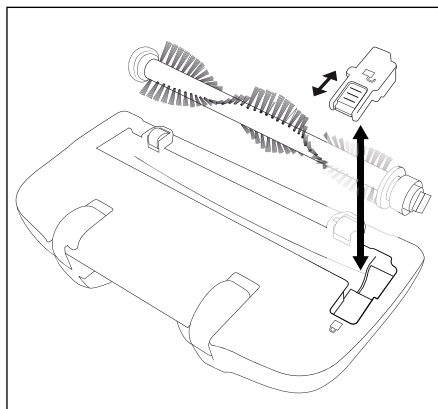

Fig. 4
- 2) Glissez le verrouillage sur le cache en direction de l'icône ☑ de manière à pouvoir retirer le cache (fig. 4).
- 7) Remettez le cache en place et verrouillez-le en glissant le verrouillage en direction de l'icône  (fig. 4).